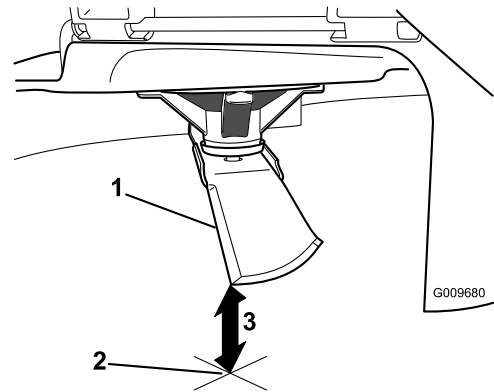

Figure 48
- Mesurez la distance entre la pointe de la lame et la surface plane (Figure 48).